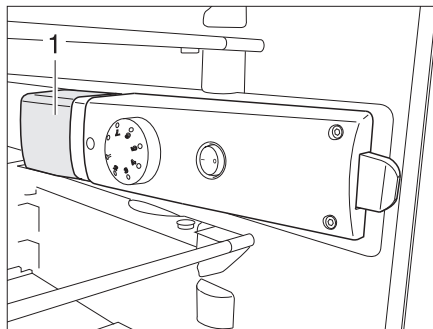

Fig. 282 Lampada del frigorifero
- Afferrare la parte posteriore sotto la copertura della lampada (Fig. 282,1) e sollevarla di ca. 3 mm.